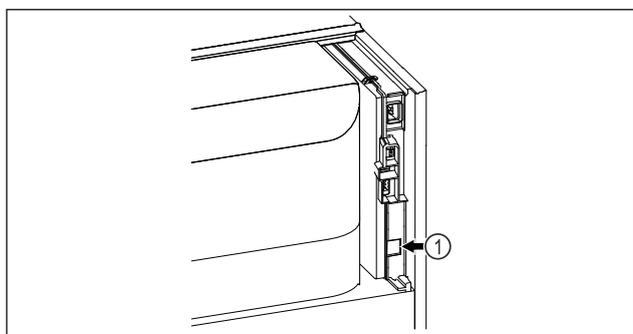

Fig. 171
- ☐ SmartModule Fig. 171 (1) è inserito.